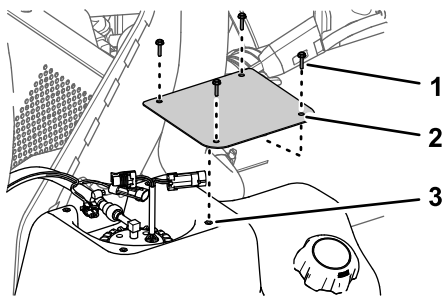

Figura 86
1. Monte la tapa en el depósito (Figura 86) con los 4 tornillos (Nº 10 x 3/4") que retiró en el paso 2 de Retirada de la tapa de la bomba de combustible (página 65).